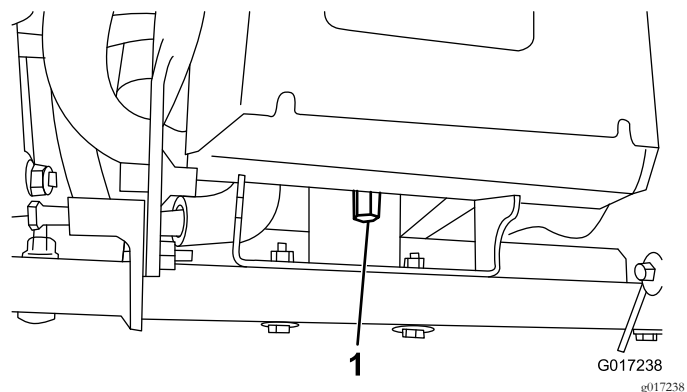

Figura 12
4. Retire la tuerca alta que sujeta la parte trasera de la base de la batería al bastidor de la máquina (Figura 12).